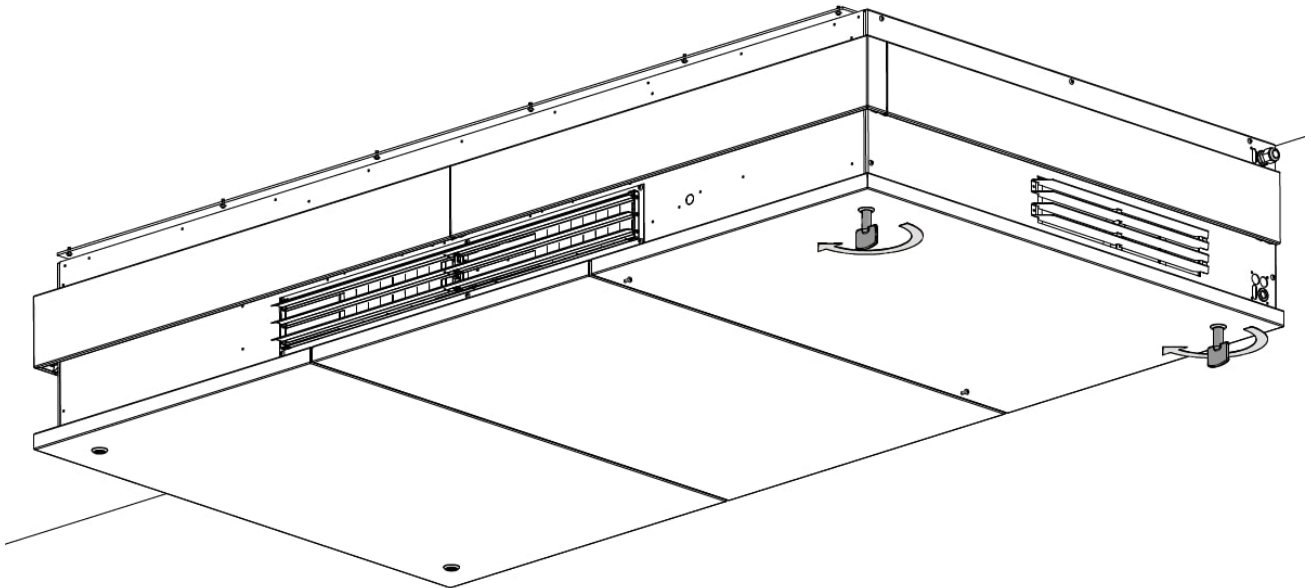

Abbildung 23: Öffnen des Gehäusedeckels
1. Öffne Sie den Gehäusedeckel auf der rechten Seite des Geräts. Verwenden Sie den im Lieferumfang enthaltenen Gehäusedeckel-Schlüssel. Siehe Abbildung 23 unten.